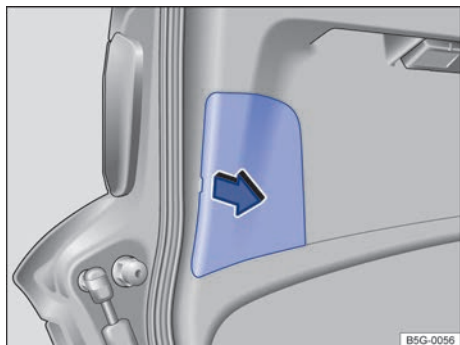

Fig. 197 En el portón del maletero: retirar la tapa.
- ① Tenga en cuenta la lista de comprobación y lleve a cabo las operaciones descritas en ella → pág. 231.
- ② Abra el portón del maletero → pág. 88.
- ③ Desmonte la tapa con cuidado en el sentido de la flecha, si fuera necesario haciendo palanca con la punta plana del destornillador de las herramientas de a bordo → fig. 197.